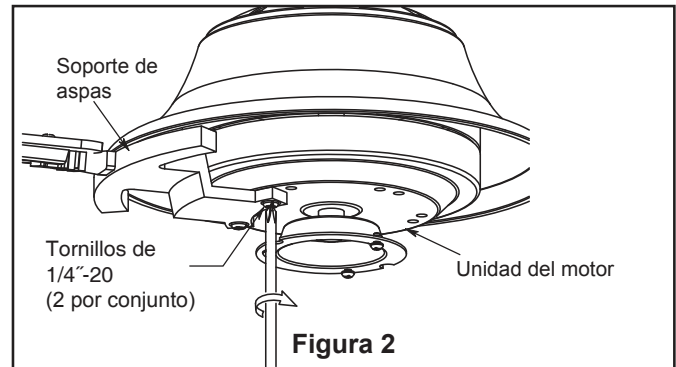

Figura 2
Debe colgar el ventilador a una distancia mínima de 2,13 m desde las aspas hasta el piso. (Figura 2)
Para evitar una posible descarga eléctrica, asegúrese de cortar la alimentación eléctrica de la caja de fusibles principal antes de alambrado el ventilador. (Figura 2)
2. Coloque y ajuste firmemente la cubierta para el tornillo de la base sobre los tornillos de reborde de la abrazadera para colgar mediante el mecanismo de seguro por giro del chavetero. (Figura 2)
2. Fije los soportes de aspas al soporte del motor mediante los tornillos de 1/4"-20 a través de los orificios ubicados al costado del soporte del motor. (Figura 2)
### 2. Restaure la fuente de alimentación de la toma de corriente enciendiendo la electricidad del fusible principal. (Figura 2)